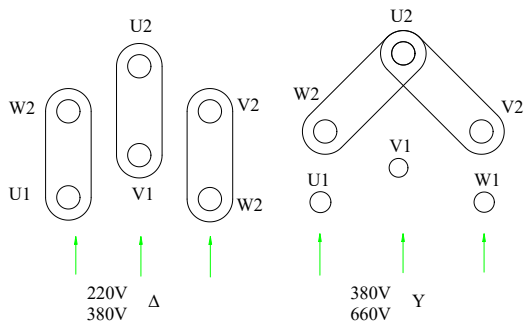

图 4
**7.3.3** 六端子接线盒通过连接片改变接法，可适应两种不同电压需要（见图 4），有两个进线口可引入两根多芯电缆的接线盒，当引入一根多芯电缆只使用一个进线口时，另一进线口的 2mm 厚金属垫片不得拿掉，否则将失去隔爆性能。